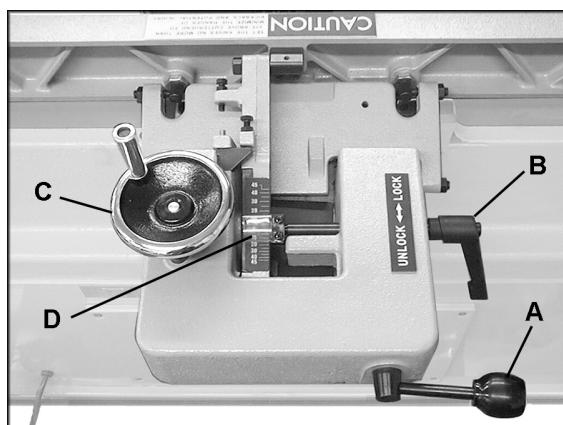
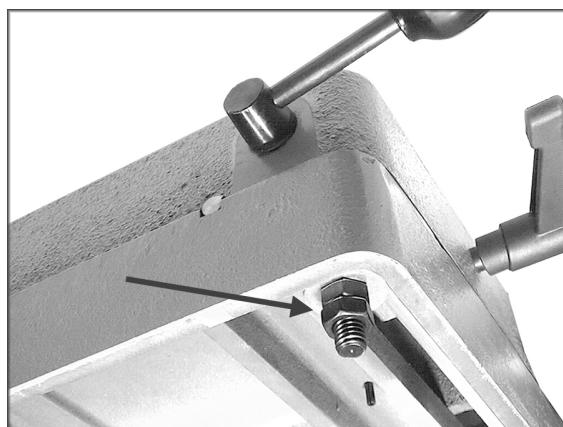

Рис. 14
Рис. 15
1. Ослабьте ручку фиксации (A, Рис. 14).
2. Сдвиньте весь узел упора в нужное положение и затяните ручку фиксации (A, Рис. 14). В передней части упора установлен пластмассовый буфер для защиты поверхности стола от царапин при перемещении упора.
ПРИМЕЧАНИЕ: если ручка фиксации (A, Рис. 14) расположена неудобно, то ее положение можно отрегулировать. Ослабьте две шестигранные гайки под кронштейном упора (Рис. 15). Установите ручку в нужное положение и снова затяните шестигранные гайки. Не перетягивайте их, так как это может затруднить перемещение упора по кронштейну.
1. Ослабьте зажимную рукоятку (B, Рис. 14).
2. Поворачивайте маховик (C, Рис. 14), чтобы выставить по шкале (D, Рис. 14) нужный угол наклона. Либо можно
положить на стол скошенную заготовку вплотную к упору и поворачивать маховик (С, Рис. 14), пока угол наклона упора не будет равен углу скоса заготовки.
- Затяните зажимную рукоятку (В, Рис. 14).
Чтобы снять узел упора со станка, открутите две шестигранные гайки с одной плоской шайбой, с помощью которых упор закреплен на кронштейне (см. Рис. 15). Поднимите упор вертикально вверх и снимите со станка.